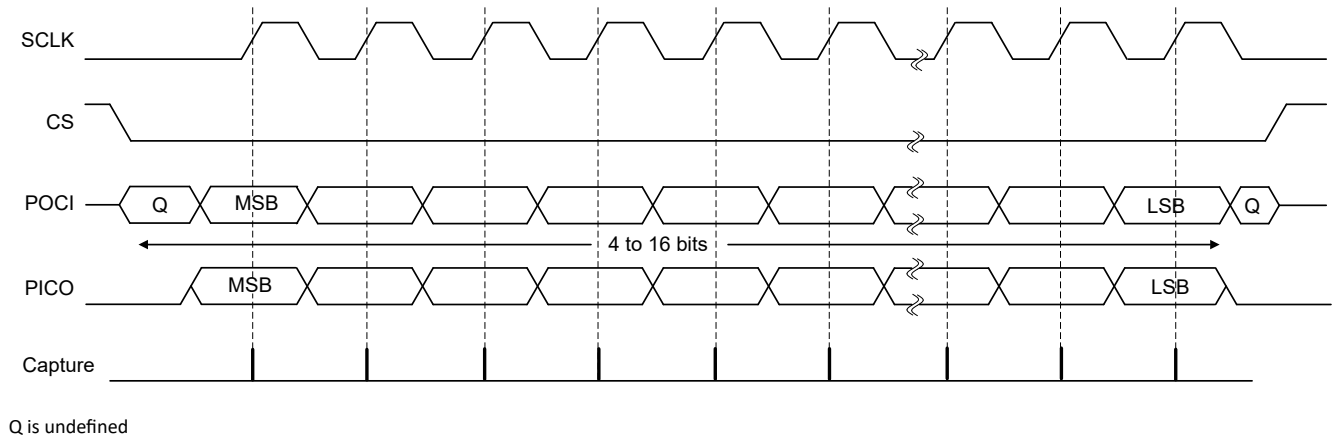

图 1-5. SPO = 0 和 SPH = 0 时的 Motorola SPI 帧格式
SPI 是一种具有四条线路的同步通信协议：可选片选 (CS)、可选时钟 (SCLK)、外设输出控制器输入 (POCI) 以及外设输入和控制器输出 (PICO)。SPI-CAN 桥接器支持高达 8MHz 的 SPI 数据传输。SPI 帧示例如图 1-5 所示。